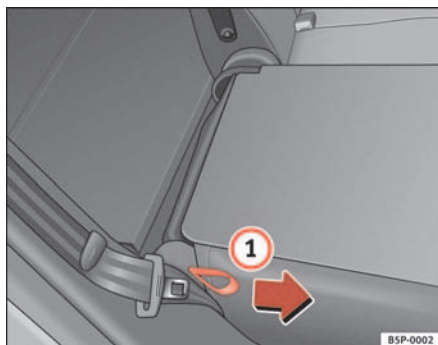

Abb. 98 Umklappen bzw. Aufrechtstellen der Rücklehne
- Ziehen Sie an der Schlaufe auf der Seite des Sitzes ⇒ Abb. 98 **1**